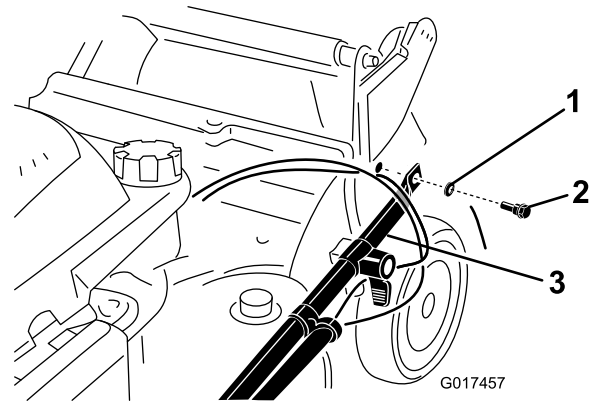

Figura 4
2. Fija los extremos del manillar al alojamiento del cortacésped con 2 arandelas y 2 pernos de manillar (Figura 4), **pero no apriete los pernos del manillar.**
Importante: Coloque los cables en el exterior del manillar (Figura 4).